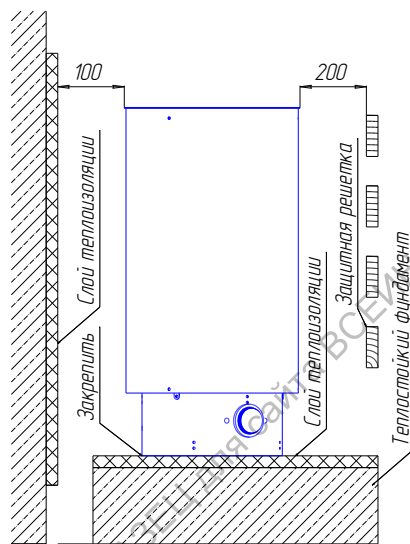

Рис.1 Установка электрокаменки
6.1. **ВЫБОР МОЩНОСТИ** каменки необходимо производить с учетом размеров сауны (п.п.2.6), помещения парилки (п.п.6.2.), а также расстояния от каменки до стен, потолка, пола в соответствии с размерами указанными на рис.1 «Схема установки». Каменка со слишком большой мощностью нагреет сауну слишком быстро, камни не успеют хорошо прогреться и вода, политая на камни, вместо того, чтобы превратиться в пар, просто стечет. С другой стороны, при недостаточной мощности каменки, процесс нагрева сауны будет нежелательно долгим, что сокращает срок службы нагревательных элементов.
6.4. **УСТАНОВКА КАМЕНКИ** производится согласно рис.1 «Схема установки» на теплоустойчивый фундамент. Установите каменку и выровняйте ее так, чтобы она стояла вертикально с помощью регулируемых по высоте ножек. Для крепления каменки к каркасу сауны используйте кронштейны, крепление каменки возможно как в угол, так и вдоль стены. Около каменки стены и пол сауны должны иметь огнезащитную панель из листового металла с теплоизоляцией из листового асбеста или минваты. Установку защитной решетки вокруг каменки следует производить на расстоянии указанном на рис.1 «Схема установки».